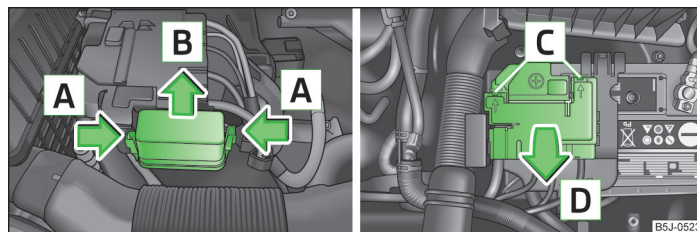

Abb. 151 Fahrzeugbatterie: Abdeckung des Sicherungskastens
- › Die Sicherungsbügel der Abdeckung des Sicherungskastens gleichzeitig in Pfeilrichtung **A** » Abb. 151 zusammendrücken und die Abdeckung in Pfeilrichtung **B** herauschieben.